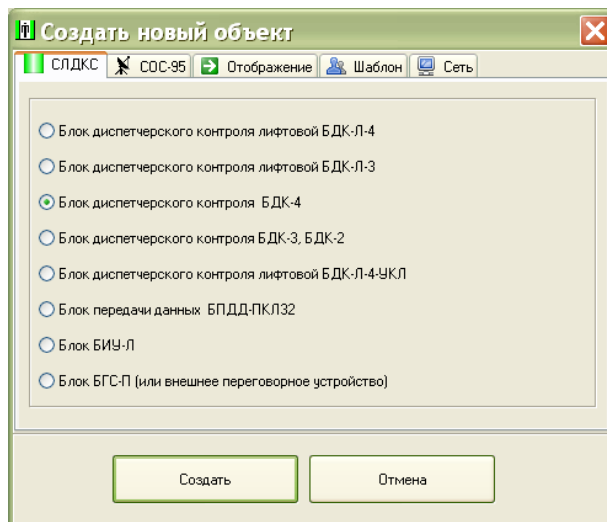

Рисунок 2
- выбрать на вкладке «СЛДКС» тип блока «БДК-4» для БДК-4М2 или «БДК-3, БДК-2» для БДК-3М2, БДК-2М (рисунок 2);